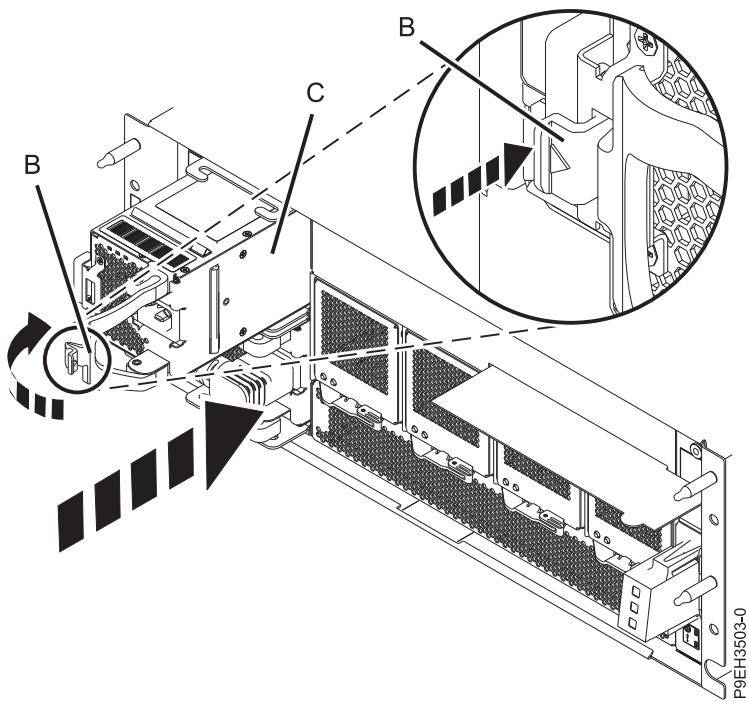

図 6. EMX0 PCIe3 拡張ドロワーの電源装置の再取り付け
2. ハンドル (B) を保持し、電源装置 (C) の底部をもう一方の手で支えながら、電源装置を電源装置スロットに位置合わせして、ベイの中へ差し込みます。 6 ページの図 6を参照してください。
3. ハンドル (B) を回転させてから、所定の位置に押し込みます (図 6 を参照)。